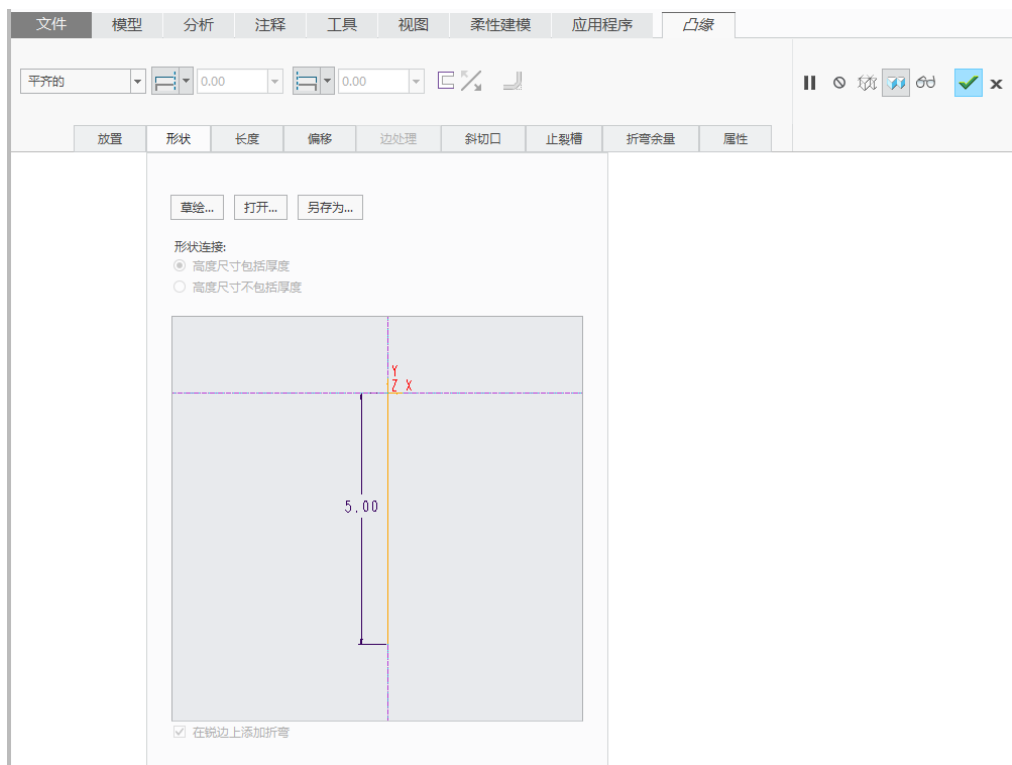

图 5-145 在“凸缘”选项卡的“形状”面板中设置形状尺寸
(4) 在“凸缘”选项卡中打开“形状”面板，然后设置该法兰壁的相关形状尺寸，如图 5-145 所示。